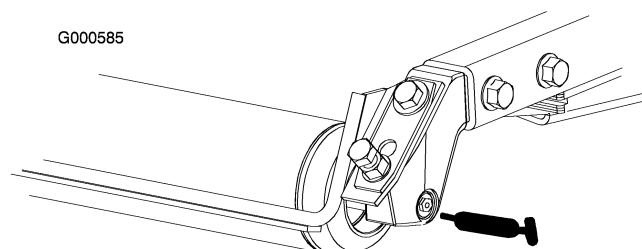

Figure 26
- Roulements à rouleaux arrière (2 par plateau de coupe) (Figure 26)
Remarque: Les raccords encastrés des rouleaux (Figure 26) nécessitent un adaptateur pour le pistolet à graisse. Vous pouvez le commander chez les distributeurs Toro agréés (Réf. 107-1998).